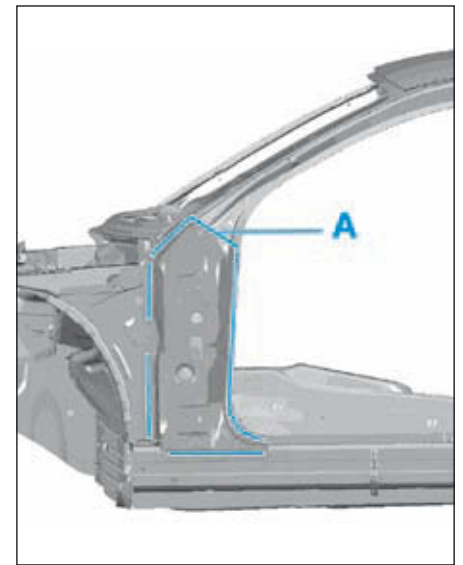

FIG.31
- Détacher l'assemblage d'origine (Fig.31).